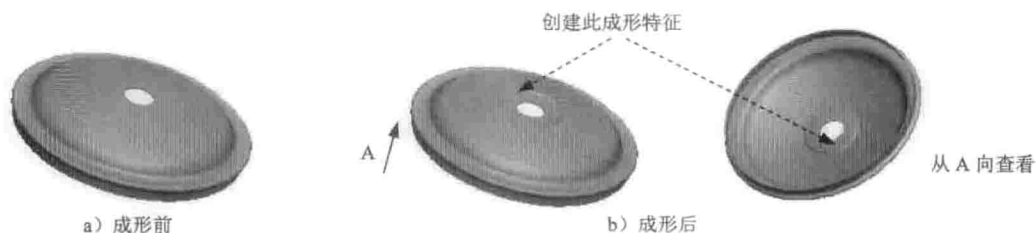

图 1.21 凸模成形特征 1
(5) 在操控板中单击“完成”按钮 ，完成拉伸切削特征 1 的创作。
Step7. 创建图 1.21 所示的凸模成形特征 1。